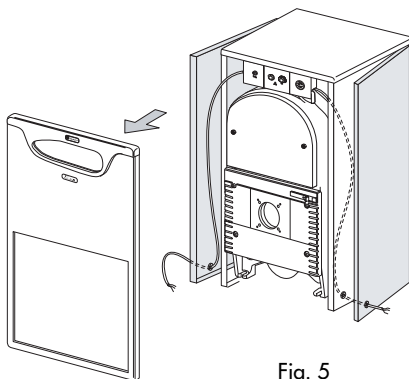

Fig. 5
N.B.: O cabo do queimador (pos. 1 fig. 5) pode ser posicionado, segundo a necessidade do utente, à direita ou à esquerda.